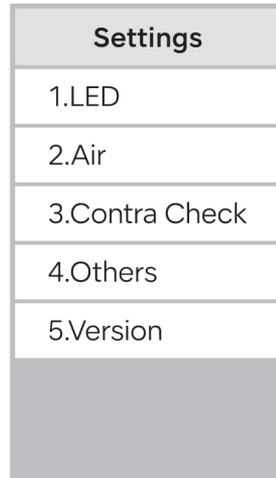

Figure 19. Menu principal
1. Toucher  et Figure 19 s'affiche.